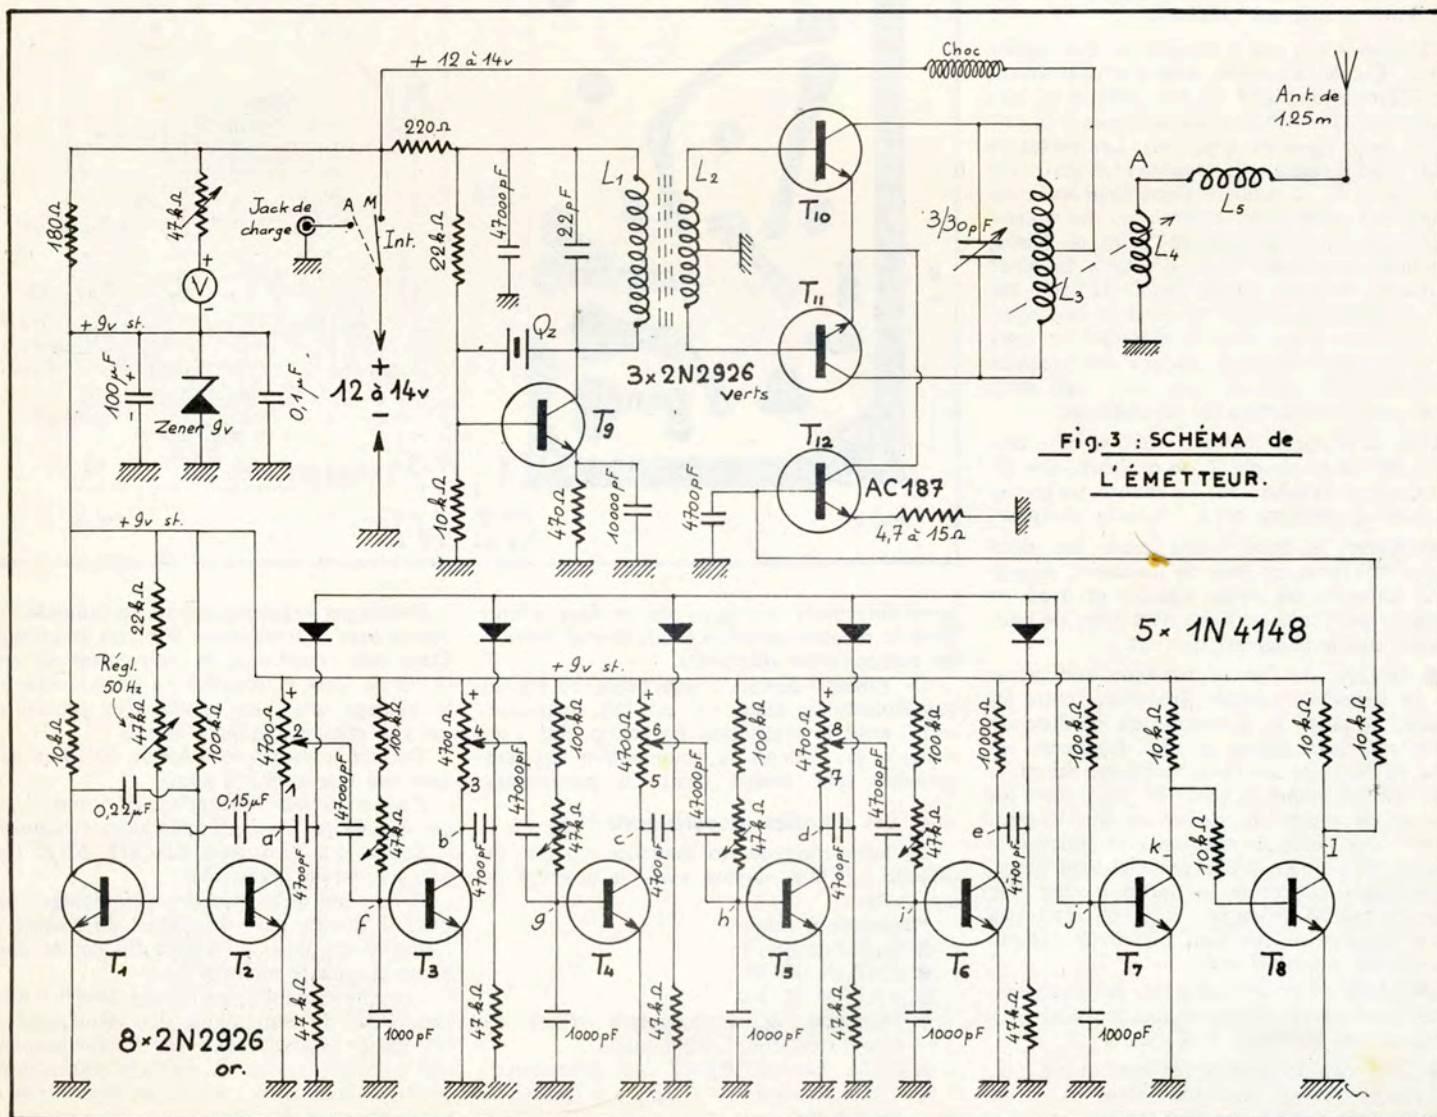

Fig. 3 : SCHÉMA de L'ÉMETTEUR.
I. — ANALYSE DU SCHEMA (Fig. 3).